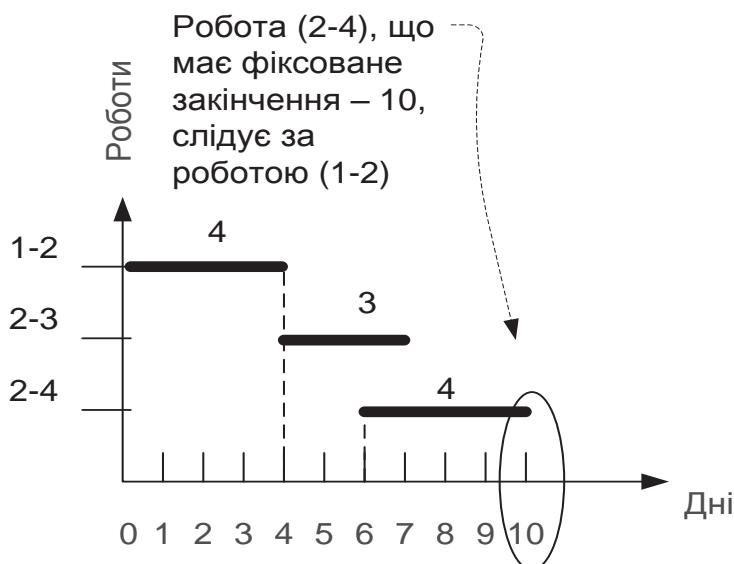

Рис. 5.27. Робота з фіксованим закінченням
2. Робота, що має фіксоване закінчення, закінчується у вказаний період часу. При цьому час початку такої роботи визначається як час закінчення мінус тривалість роботи. Наприклад, робота (2-4) має тривалість 4 і фіксоване закінчення – 10. Початком цієї роботи буде  $10 - 4 = 6$ . Безпосередньо передуюча їй робота (1-2) закінчується в 4, однак це не впливає на початок роботи (2-4). Вона все одно почнеться на 6 день, щоб закінчитися, як вказано в обмеженні, на 10 день (рис. 5.27).